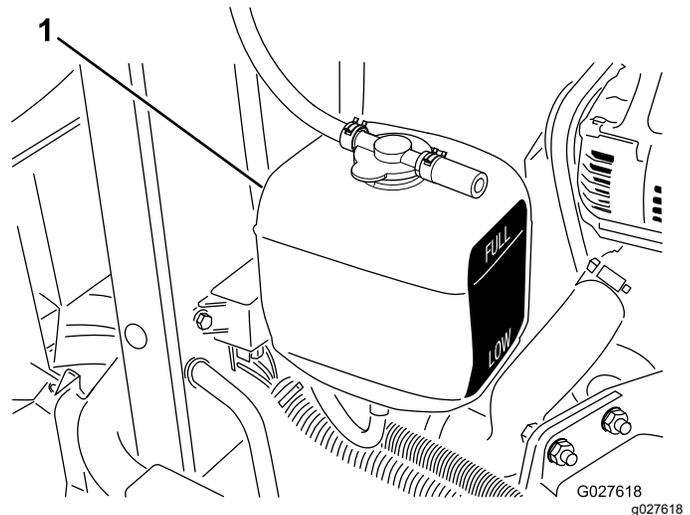

Рисунок 77
3. Проверьте уровень охлаждающей жидкости в расширительном бачке (Рисунок 77).